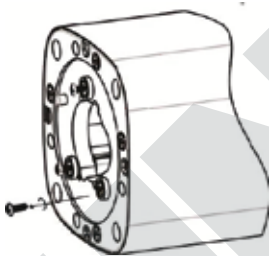

fig. 1
4. Retirez les trois vis sur la base de l'appareil (fig. 1).